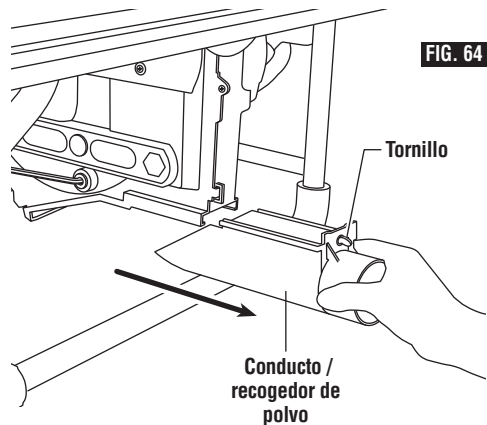

FIG. 64
1. Afloje el tornillo del retenedor del conducto / recogedor de polvo. Vea la Fig. 64.